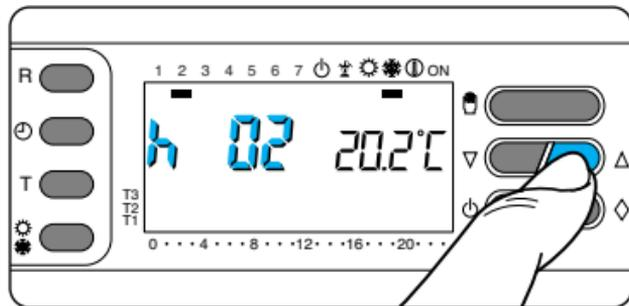

Fig. 29
5.4 -Premere il pulsante ∇ oppure Δ sino a raggiungere il numero di ore desiderato da 1 a 99 (fig. 29).